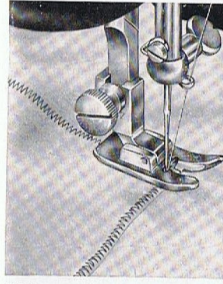

Abbildung 26
2. Aufsetzen eines Flickens (Abb. 26)